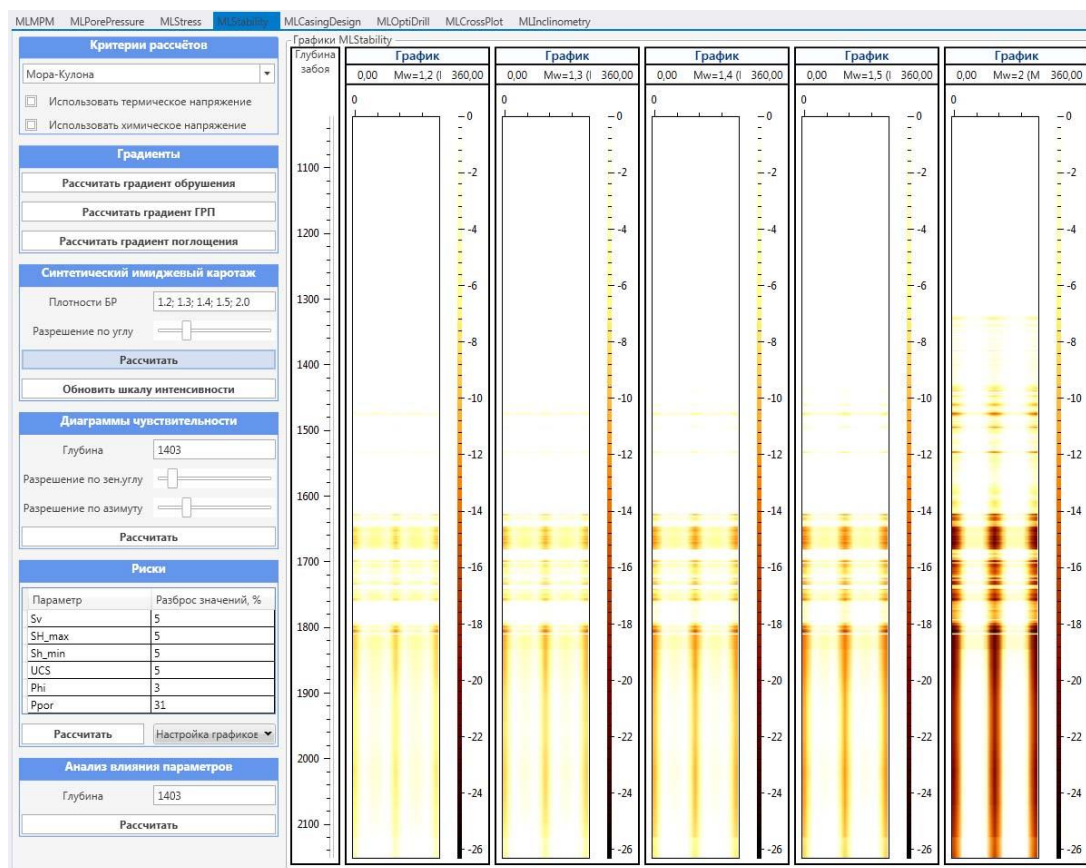

Рисунок 51 Модуль MLStability. Синтетический имиджевый каротаж
2. Синтетический имиджевый каротаж. Пользователь на панели модуля MLStability выставляет вес бурового раствора и детализацию расчёта по углу. Далее запускается алгоритм анализа чувствительности ствола стенок скважины (Рисунок 51).